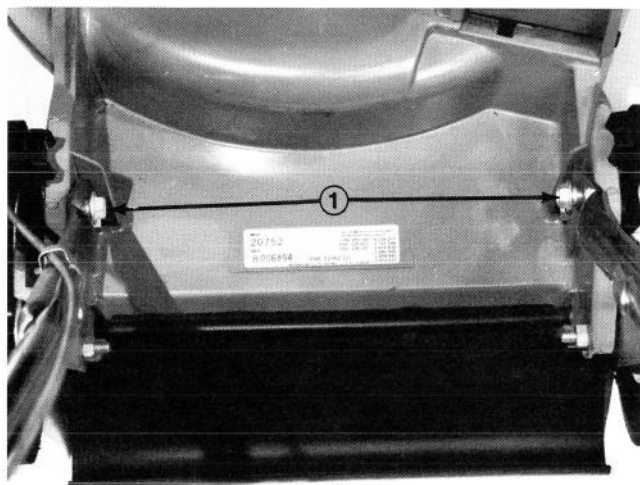
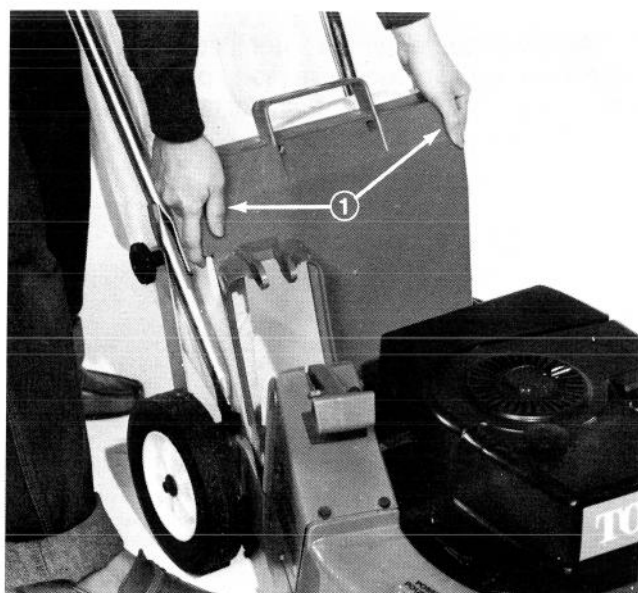

Figure 4
Figure 5
2. Saisissez l'ensemble de sac par les poignées à l'avant et à l'arrière sur le sac et accrochez l'arrière du sac dans le cran inférieur de chaque support (Fig. 5).
3. Assurez-vous que la porte du sac soit en avant des mentonnets à l'arrière de l'éjecteur de la tondeuse (Fig. 4). Tenez le devant du sac et la porte du sac ensemble pour vous assurer que la porte du sac reste fermée et glissez le cadre de l'ouverture de la porte par-dessus les mentonnets sur l'extérieur de l'éjecteur arrière de la tondeuse (Fig. 5).